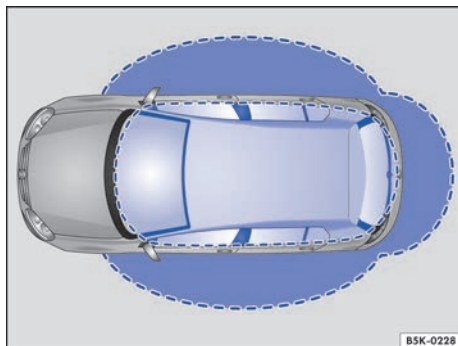
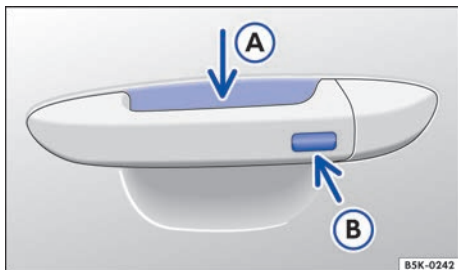

图 24 Kessy 闭锁和起动系统：工作范围
图 25 Kessy 闭锁和起动系统：位于车门拉手内侧的解锁传感器 ① 和位于车门拉手外侧的闭锁传感器 ②
Kessy（无钥匙进入）系统属闭锁/起动系统，通过该系统不用钥匙即可闭锁或解锁轿车。只需将有效轿车钥匙置于⇒图 24 所示的有效工作范围内，触摸前排车门拉手传感器区域⇒图 25，或按压尾门上的大众商标⇒第 47 页 即可⇒①。
若有效轿车钥匙处在⇒图 24 所示有效工作范围内，只要触摸驾驶员侧车门或前排乘客侧车门拉手上的传感器或操作尾门上的大众商标，Kessy 闭锁和起动系统即认可该钥匙的遥控功能，从而不用钥匙即可实现下列功能：
- 握住驾驶员侧或前排乘客侧车门拉手，同时接触到解锁感应区⇒图 25 ①。
轿车处于闭锁状态时如有效轿车钥匙处于尾门工作范围内⇒图 24，系统将自动解锁尾门。
如需利用方便关闭功能关闭所有电动门窗和电动全景滑动/翻开式天窗，则可用手指按住驾驶员侧或前排乘员侧车门拉手上的外侧闭锁传感器⇒图 25 B 数秒钟，直至电动门窗或电动全景滑动/翻开式天窗完全关闭。